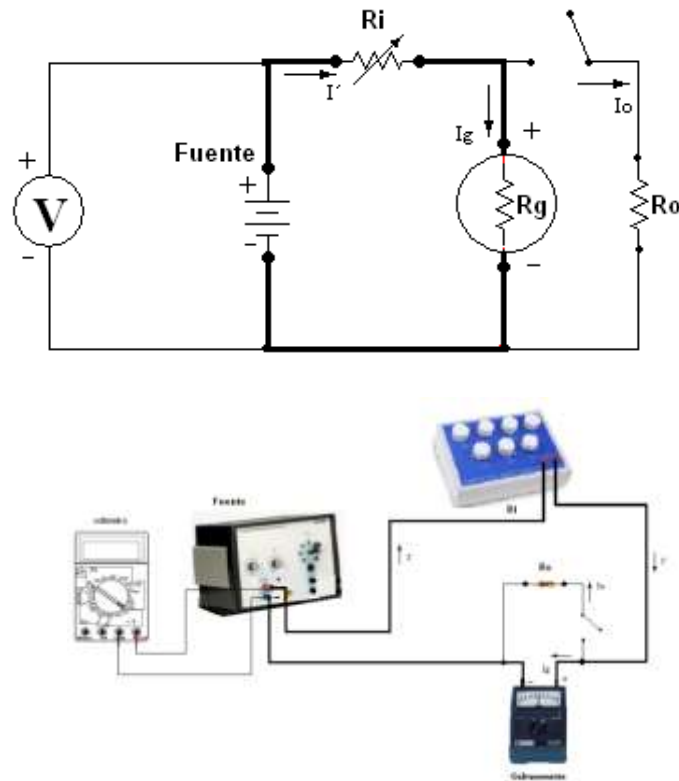

Figura 2. Esquema de un circuito para la determinación de la resistencia interna del galvanómetro R_g y la constante K del resorte.
- 3.2.1 Para las medidas de R_g y I_{\max} del galvanómetro, se monta el circuito mostrado en la figura 2.